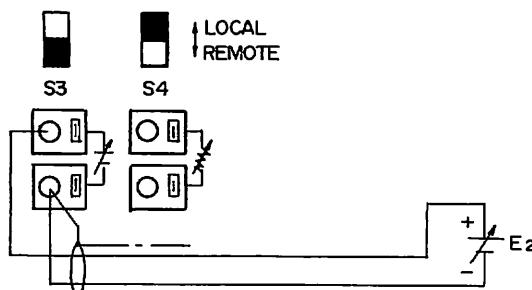

図12
2) 背面CC.REMOTEのS3スイッチをREMOTEにセットし、図12のように、外部電圧を接続します。
- ・E 2 の接続は2芯シールドを使用し、外被シールドは図12のように接続してください。